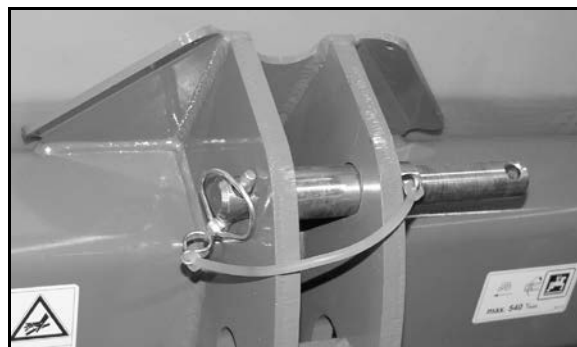

Fig. 28
- bascular para trás (Fig. 28/1), para a posição de repouso.
- bascular para a frente (Fig. 28/2), para a posição de transporte.